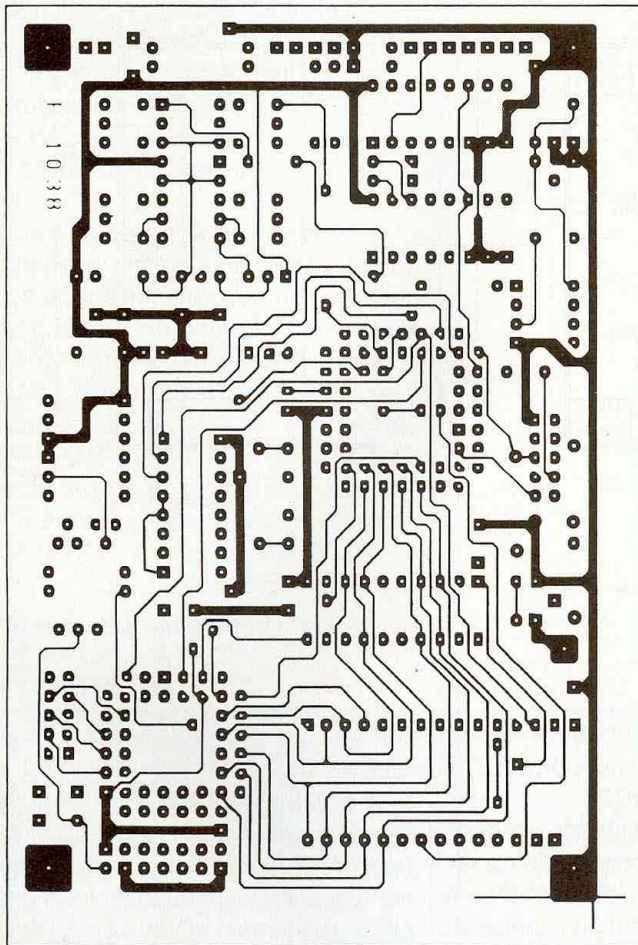

Fig. 14 : C.I. du codeur recto.
– **Le CI du codeur**, dont nous donnons les tracés en figures 14 et 15. Comme on le voit, il s'agit d'un double face bien garni. Il n'est pas impossible de le faire soi-même. C'est d'ailleurs ce que l'auteur a fait pour la réalisation du premier proto. Toutefois, il s'agit d'un exercice de style que nous vous déconseillons très vivement. En effet, si les renvois recto-verso sont faciles à obtenir au niveau des supports DIL ou des com-